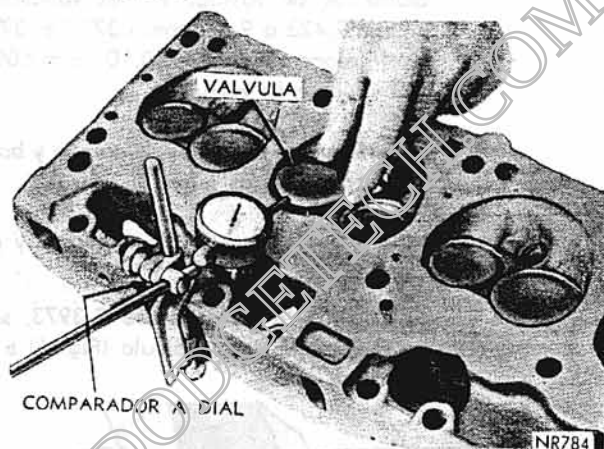

Fig. 7 - Medición del Desgaste de la Guía de Válvula.
- b) Instálese el comparador a dial en la cabeza de cilindro y fíjelo en ángulo recto con la válvula que se proceda a la medición (Fig. 7).